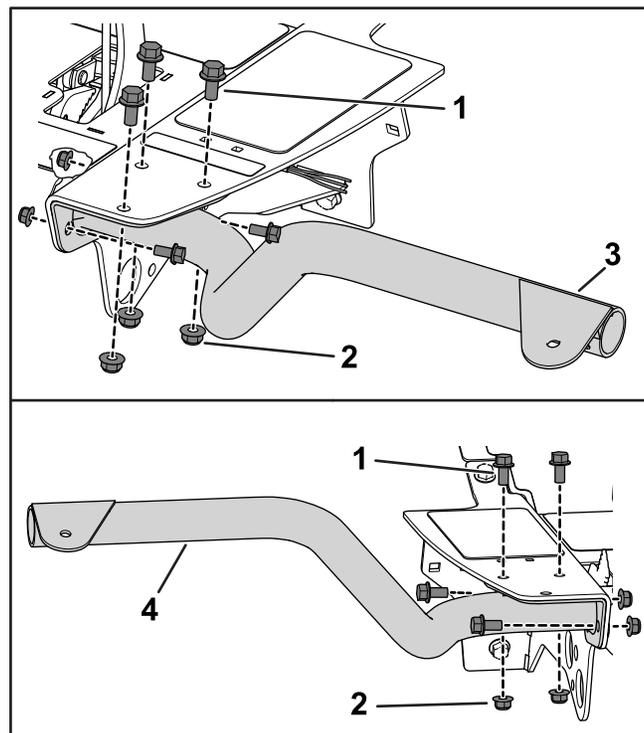

Figura 2
3. Utilizzate 5 bulloni a testa esagonale ($\frac{3}{8}$ " x $\frac{3}{4}$ ") e 5 dadi flangiati ($\frac{3}{8}$ ") per fissare il supporto del faro sinistro alla staffa del pianale sinistra (Figura 2).
4. Utilizzate 4 bulloni a testa esagonale ($\frac{3}{8}$ " x $\frac{3}{4}$ ") e 4 dadi flangiati ($\frac{3}{8}$ ") per fissare il supporto del faro destro alla staffa del pianale destra (Figura 2).